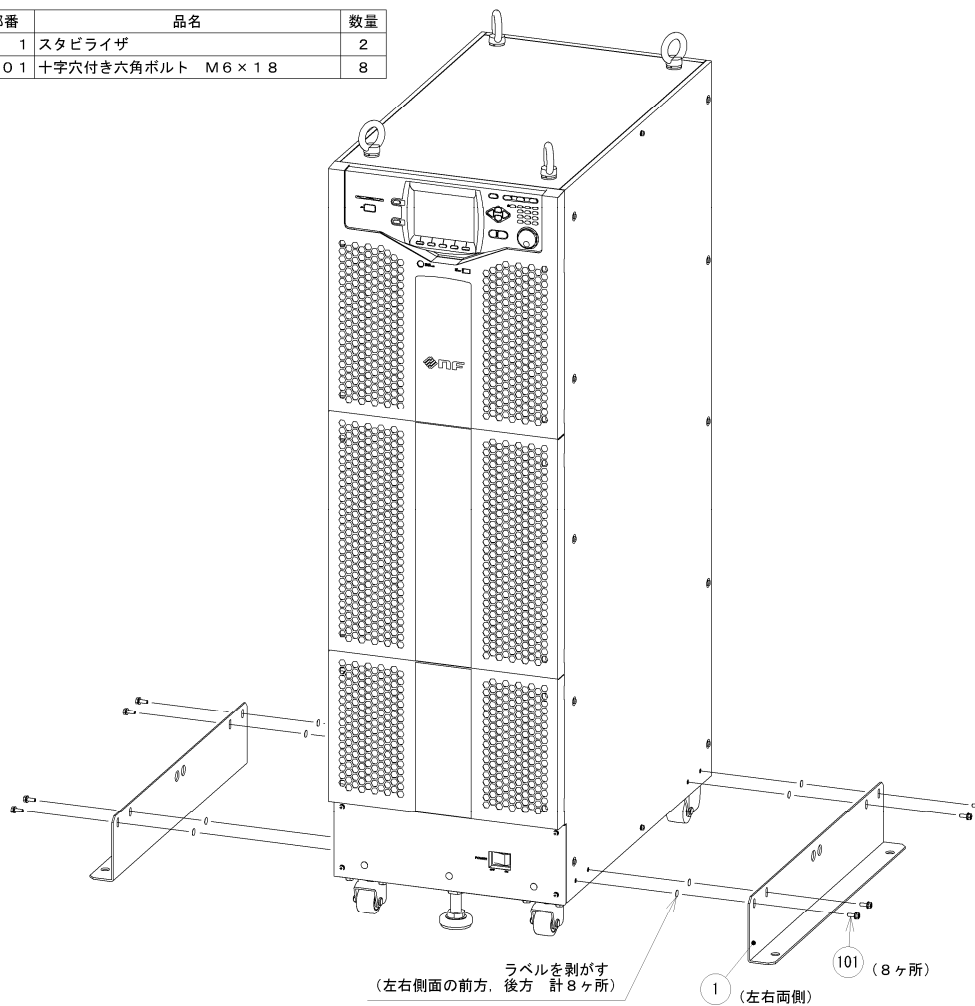

図2-2 スタビライザ組立図
注: スタビライザは安定性確保に必要なため、図 2-2を参照の上、取り付けてください。
- DP160LS の付属品のスタビライザは、安定性確保に必要なため、図 2-2を参照の上、取り付けてください。